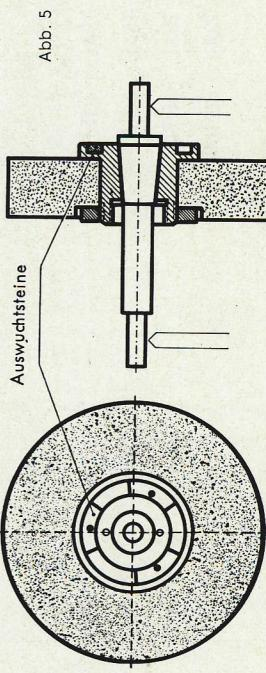

Abb. 4
10. Auswuchtbare Schleifkörperaufnahmen (siehe hierzu Abb. 4 und 5)
Vor dem Aufbringen der Flansche müssen die Schleifkörper durch Verstellen der an der hinteren Flanschseite befindlichen Auswuchtsteine (Abb. 4) sorgfältig ausgewuchtet werden, da sonst starke Erschütterungen beim Lauf der Spindel auftreten können. Das **Auswuchtdorne** geschieht mittels des mitgelieferten **Auswuchtdornes** zwischen zwei genau waagrechten Linealen oder auf einer Auswuchtvorrichtung.